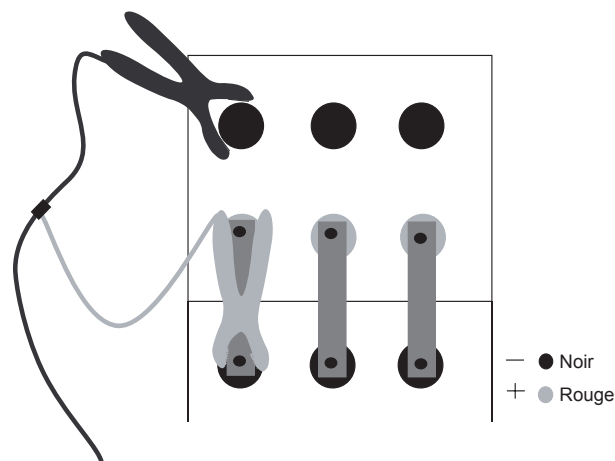

Figure 6. Branchement du câble à un étrier
2. Reliez la pince ou le capteur rouge à l'extrémité de l'étrier située au-dessus de la borne (-) au bac suivant. Reportez-vous à la *figure 6*.